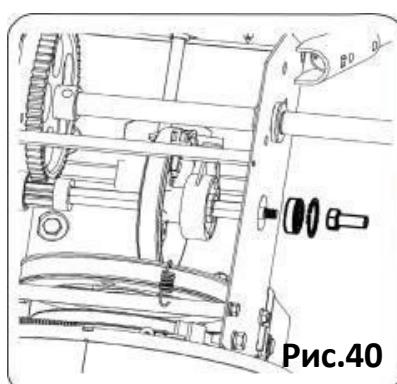

Рис.40
- Осторожно снимите шестигранную гайку и шайбу, которая обеспечивает фиксацию см.рис.40. шестигранного вала к раме снегоуборочной машины и слегка нажмите на конец вала, чтобы выбить шарикоподшипник с правой стороны рамы.